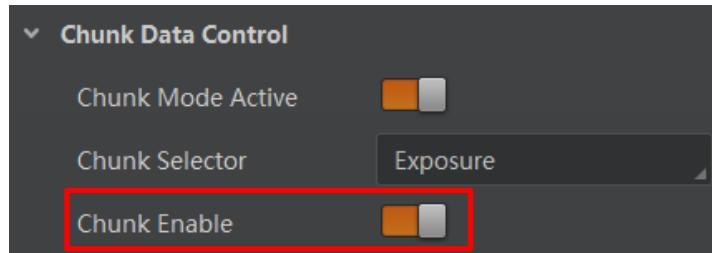

图8-7 启用 Chunk Enable 参数
- 启用 *Chunk Enable* 参数，即可嵌入相应信息，如图 8-7 所示。